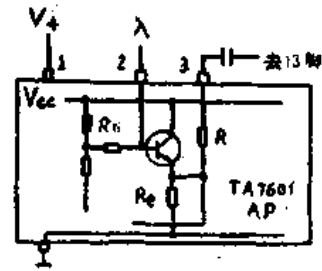

图 49-9
如果外接电阻无效,表明前置放大器内有关元件彻底损坏,可试用外接分立元件构成前置放大器,如图 49-9 所示。放大后的信号由 TA7604AP 第③脚输入,并调整  $R_c$ ,使效果最佳。